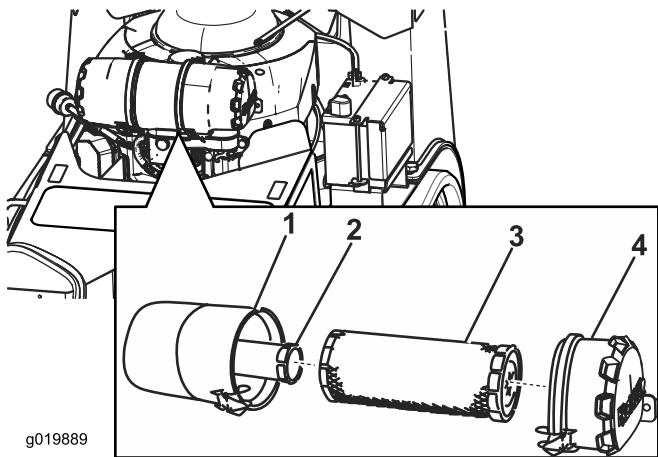

Figura 29
2. Abra los cierres del limpiador de aire y tire de la tapa del limpiador de aire para separarla del cuerpo del limpiador de aire (Figura 29).
4. Extraiga con cuidado el filtro primario del cuerpo del limpiador de aire (Figura 29).
2. Si va a cambiar el filtro interno, deslícelo cuidadosamente en el cuerpo del filtro (Figura 29).
3. Deslice cuidadosamente el filtro primario por encima del filtro interno (Figura 29).
4. Deslice la tapa sobre el cuerpo del limpiador de aire y sujetela con los enganches (Figura 29).